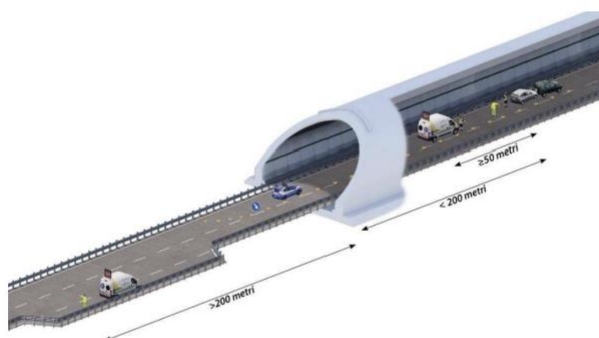

Figura 40: Evento improvviso/direttamente rilevato in galleria in corsia di sorpasso - Primo intervento Viabilità
- la seconda squadra di Viabilità si riposiziona per il presegnalamento sulla base delle indicazioni da parte della sala radio, a una distanza comunque di circa 200/250 metri dal mezzo della Polizia Stradale. L'operatore provvede a impostare sul PMV l'alternanza tra il pittogramma "incidente" e il pittogramma "segnale di corsia chiusa" - coerentemente con la corsia interessata dall'evento - e a sbandierare (cfr. figura 40).